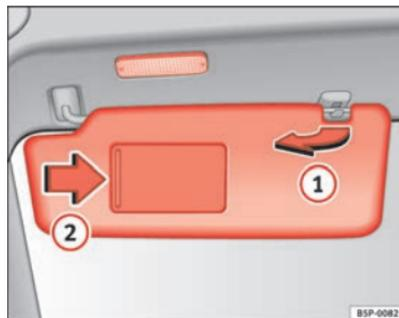

Abb. 82 Sonnenblende
Die Sonnenblenden für den Fahrer und Beifahrer können aus der Halterung in der Fahrzeugmitte herausgezogen und zu den Türen geschwenkt werden ⇒ Abb. 82 ①.